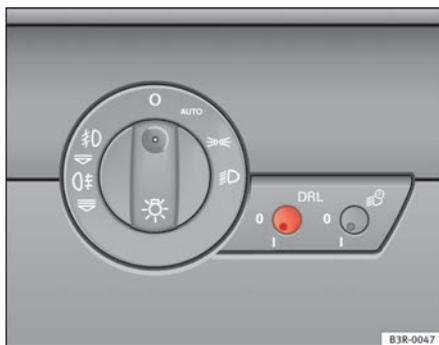

Fig. 88 Commande de feux de jour
- Appuyez brièvement sur le bouton ⇒ fig. 88 afin de le dégager de sa position de réglage.